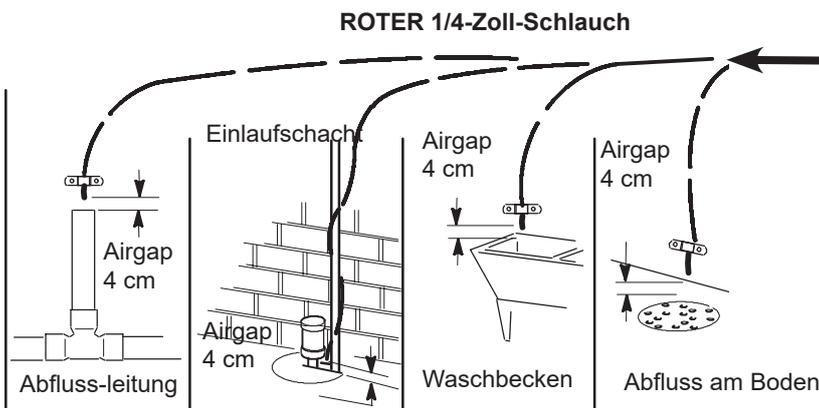

ABB. 9
Den Abwasserschlauch zu einer vorhandenen Abflusstelle führen. Ein Abfluss am Boden, ein Waschbecken, eine Abflussleitung und ähnliches eignen sich für die Ableitung des Abwassers. Siehe Abb. 9.
4. Den Schlauch zur Abflusstelle führen und ihn dort mit einem Klemmband (nicht geliefert) befestigen (siehe Abb. 9). Zwischen Schlauchende und Abfluss 4 cm Zwischenraum lassen. Siehe Abb. 9.